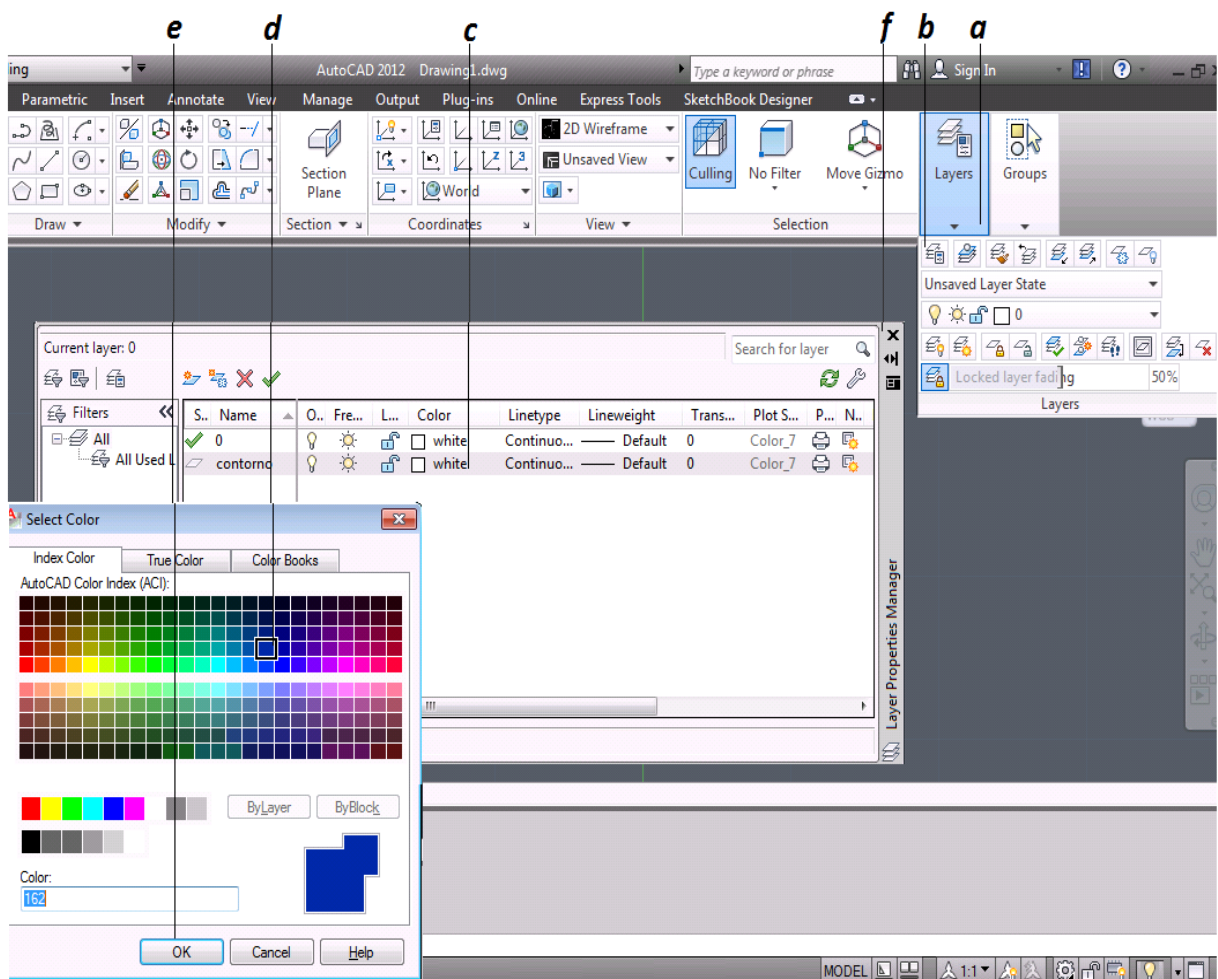

Figura 3.46 Capas “Color de Capa”
- Se selecciona el icono Capas (*figura 3.46*).
- Se selecciona el icono Propiedades de Capas (*figura 3.46*).
- Se selecciona el icono Color para activar el cuadro de dialogo (*figura 3.46*).
- Se selecciona el color deseado del cuadro de dialogo (*figura 3.46*).
- Clic en el Botón Aceptar [OK] (*figura 3.46*).
- Clic en el botón cerrar para cerrar el cuadro de dialogo (*figura 3.46*).